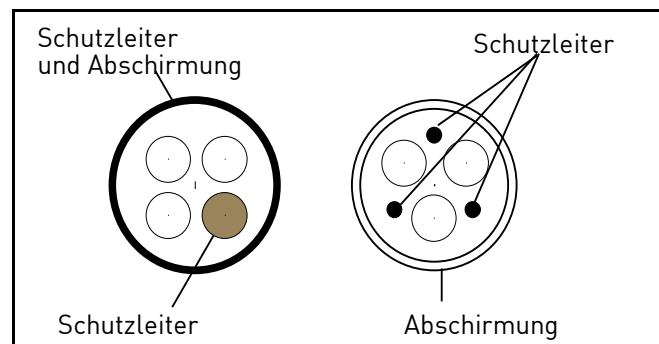

Abbildung 18. Beispiel mit dreiphasigem Kabel..
- 2 = Symmetrisches Leistungskabel mit konzentrischem Schutzleiter für spezifische Netzspannung. (MCMK o. Ä. empfohlen). Siehe Abbildung 18.
- 3 = Symmetrisches Leistungskabel mit kompakter niederohmiger Abschirmung für spezifische Netzspannung. [MCCMK, EMCMK o. Ä. empfohlen; empfohlene Übertragungsimpedanz der Kabel (1–30 MHz) max. 100 mOhm/m]. Siehe Abbildung 18.